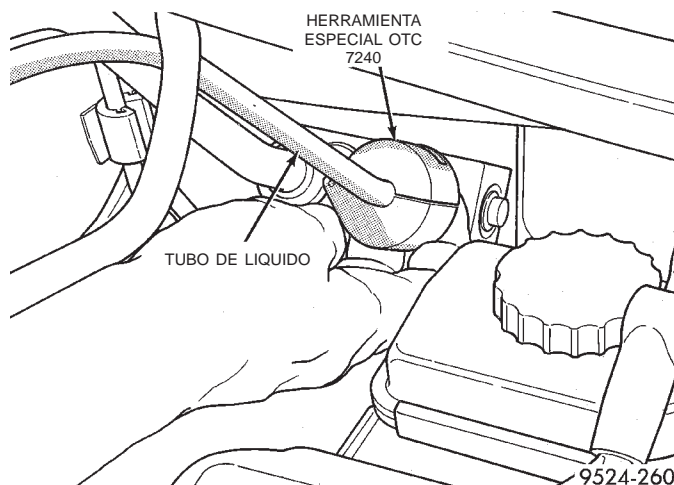

Fig. 46 Herramienta especial 7240 para tubería de líquido
- (3) Utilice el juego de herramientas especiales 7193 para desconectar los conectores de conexión rápida de la válvula de expansión (Fig. 46) y (Fig. 47).